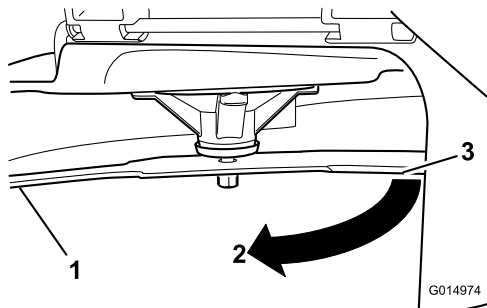

Figure 52
4. Tournez la même lame de 180 degrés pour amener l'autre tranchant à la même position (Figure 52).